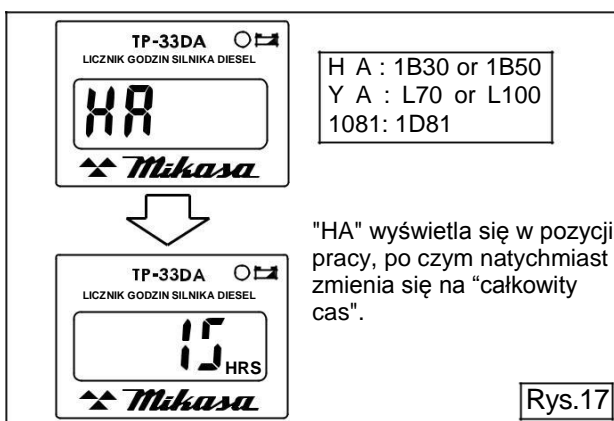

Rys. 15
- 2 Ustaw dźwignię przepustnicy w pozycji neutralnej. (Rys. 15)